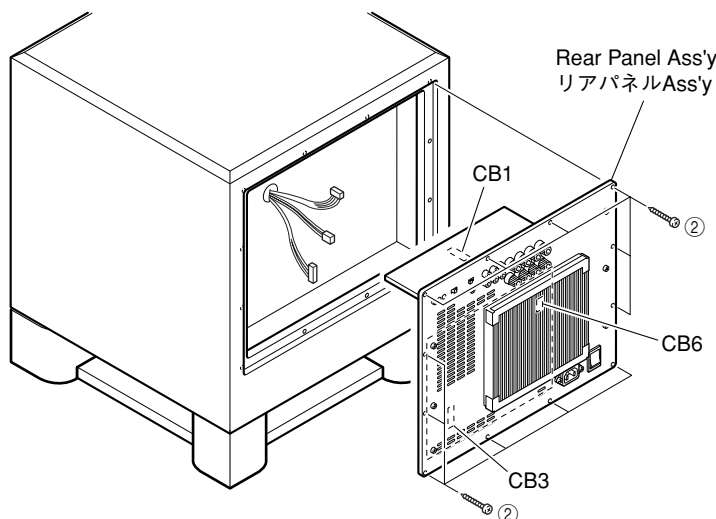

Fig. 2
- a. Remove 12 screws (②) and then remove the Rear Panel Ass'y. (Fig. 2)
- b. Remove CB1, CB3 and CB6. (Fig. 2)
- a. ②のネジ12本を外し、リアパネルAss'yを取り外します。(Fig. 2)
- b. CB1、CB3、CB6を外します。(Fig. 2)